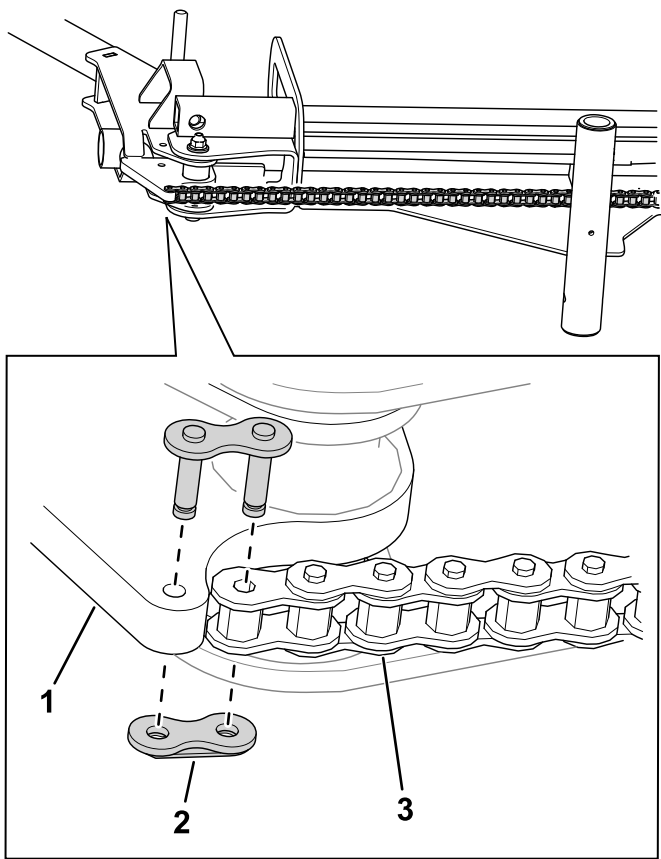

Bild 7
9. Verwenden Sie ein Kettenglied, um die Kette mit der Rampenbaugruppe zu verbinden (**Bild 7**).